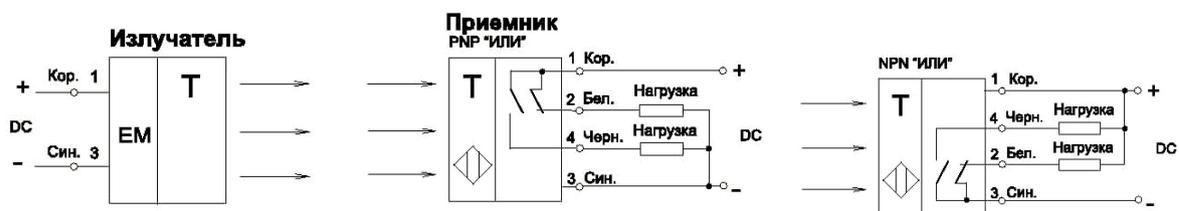

Рисунок 2 – Схемы подключения ВБО-М18, ВБО-М18У
3.4 Выключатели имеют два выхода: НО и НЗ (коммутационная функция «ИЛИ»). Схемы подключения на примере выключателей типа Т приведены на рис. 2.